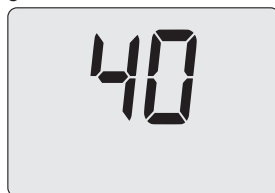

Figura 9.32
- Utilizzando i tasti 16 o 17 (Figura 9.19) è possibile modificare il valore del parametro A60 (Figura 9.32).